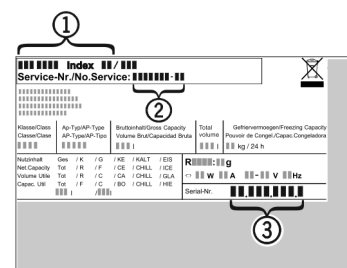

Fig. 4
- ▶ Denominación del aparato Fig. 4 (1), n° del servicio técnico Fig. 4 (2) y n° de serie Fig. 4 (3) en la placa de identificación. La placa de identificación se encuentra en la parte interior izquierda del aparato.
- ▶ Informe al servicio postventa e indique el fallo, la denominación del aparato Fig. 4 (1), el n° del servicio técnico Fig. 4 (2) y el n° de serie Fig. 4 (3).